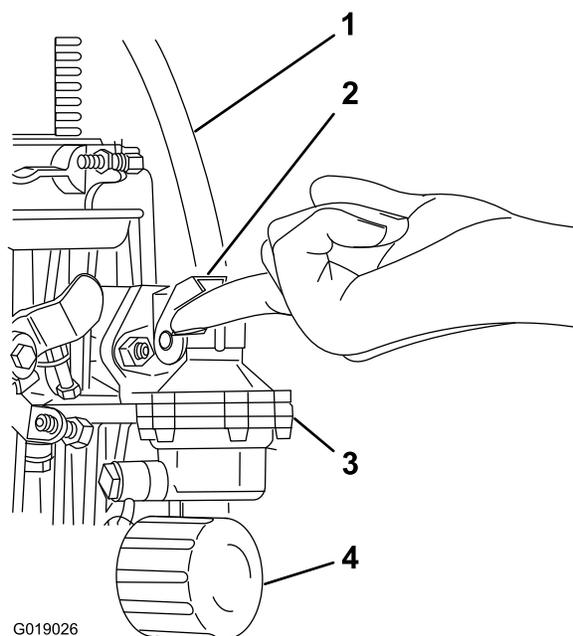

Figura 24
5. En la bomba de combustible, accione la palanca de cebado hasta que oiga fluir el combustible de retorno al depósito de combustible por la línea de retorno de combustible (Figura 24).